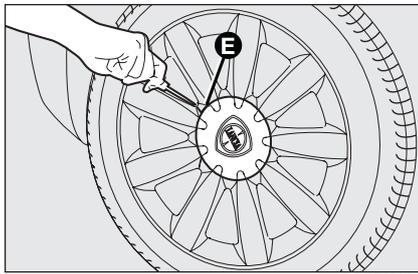

fig. 11
- ❑ pour les voitures équipées de jantes en alliage, déposer la coupelle enjoliveur à l'aide du tournevis fourni et faire levier dans la rainure prévue à cet effet **E- fig. 11**, comme indiqué en figure ;